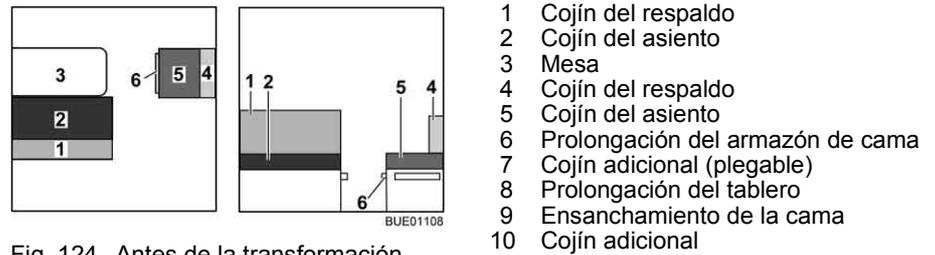

Fig. 124 Antes de la transformación
- Transformar la mesa (Fig. 124,3) en base de cama (véase apartado 6.10).
- Quitar el cojín del respaldo (Fig. 124,1) y ponerlo a un lado.
- Quitar el cojín del respaldo (Fig. 124,4) y el cojín del asiento (Fig. 124,5) y ponerlos a un lado.